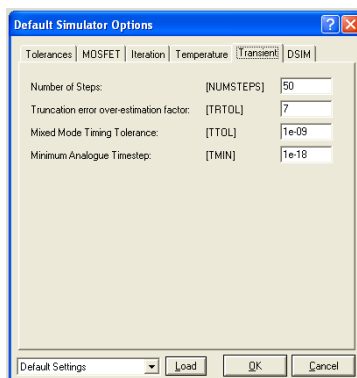

Рис.9
- Вкладка **Transient** (Рис. 9).